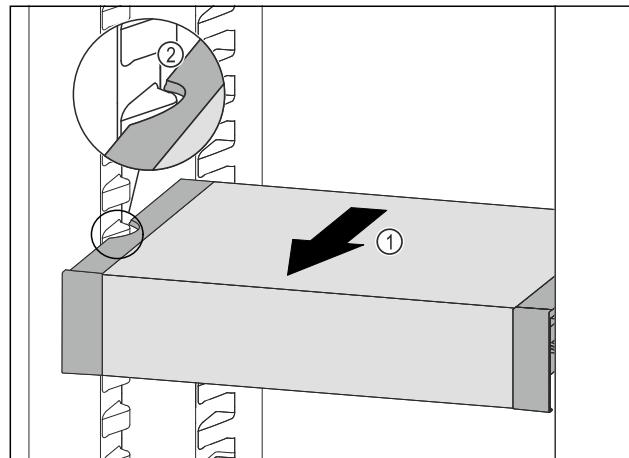

Fig. 93
- VarioSafe nach vorne ziehen Fig. 93 (1), bis sich die seitlichen Aussparungen des VarioSafe-Schubfachs auf Höhe der Behälterrippe im Kühlteil befinden. Fig. 93 (2)